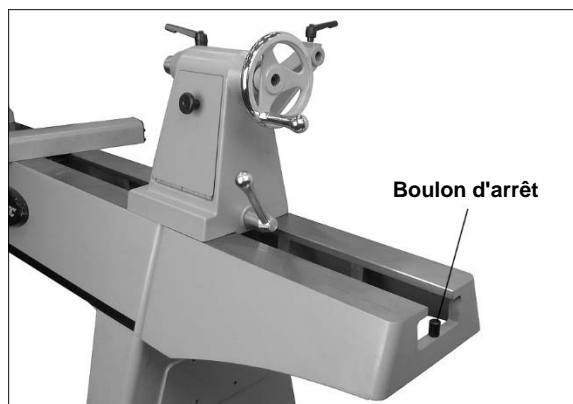

Figure 6-6 : rallonge de banc en option de 20 po
2. Demander à un assistant de maintenir la rallonge de banc au bord de l'extrémité du banc du tour, et insérer quatre vis à chapeau à tête creuse 3/8 x 1-3/4 avec des rondelles de blocage et des rondelles plates (fournies avec la rallonge de banc) à travers les trous supérieurs et les fentes inférieures dans la rallonge de banc dans les trous filetés sur le tour. Voir la Figure 6-6.
4. Glisser la poupée mobile sur l'articulation où les bancs se rencontrent, de façon à ce que l'écrou de serrage soit centré sur l'assemblage (Figure 6-6). Verrouiller les poignées de serrage de la poupée mobile; cela alignera les bancs.
7. Dévisser le boulon d'arrêt du banc du tour (Figure 6-6) et le visser dans le trou à l'extrémité de la rallonge de banc.
Pour enlever du banc la poupée fixe, la poupée mobile ou la base du support d'outils, dévisser et retirer le boulon d'arrêt à chaque extrémité (voir la figure 6-6). REMARQUE : Après avoir remonté ces éléments sur le tour, toujours insérer un boulon d'arrêt.